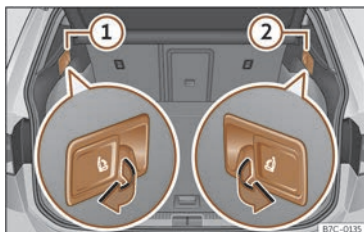

Fig. 77 No maleteiro: pancas para desbloqueo do respaldo traseiro.
- Tire da panca de desbloqueo a distancia da parte esquerda >>> **fig. 77** ① ou dereita ② do respaldo no sentido da frecha. A parte desbloqueada do respaldo traseiro abátese automaticamente cara adiante.